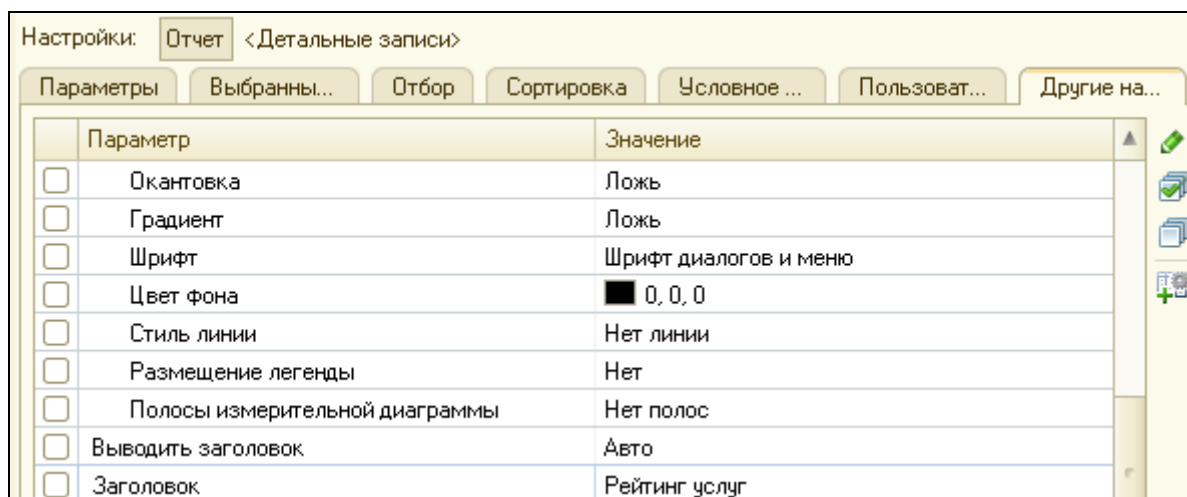

Рисунок 4.23. Настройка заголовка отчета
18. Перейти на закладку **Другие Настройки** (рис. 4.23). Задать заголовок отчета – **Рейтинг услуг**.